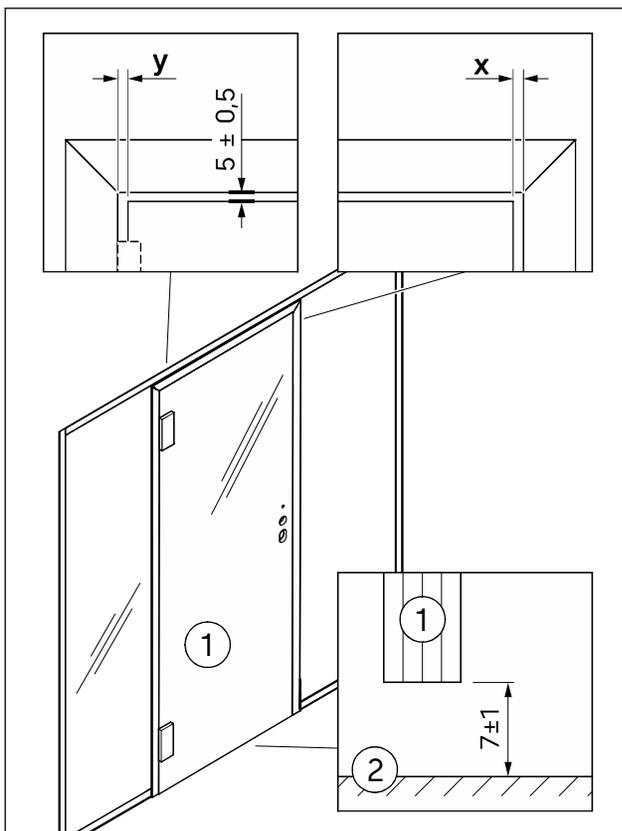

Abb. 17 Abstandsmaße im Zargensystem
- Zwischen Glastürflügel und Zarge in Schlossrichtung (Abb. 17)
- Zwischen Glastürflügel und Zarge in Bandrichtung (Abb. 17)
- Zwischen Glastürflügel und Oberkante Fertigfußboden (OKFF) 7 mm \pm 1 mm (Abb. 17)